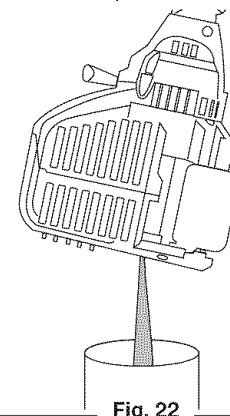

Fig. 22
3. Vierta el aceite fuera del orificio de llenado de aceite en un recipiente inclinando la unidad hasta una posición vertical (Fig. 22). Deje suficiente tiempo como para completar el drenaje.